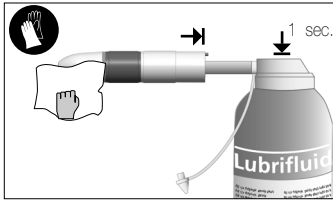

fig. 5
- Actionner le spray durant 1 seconde **fig. 5**.